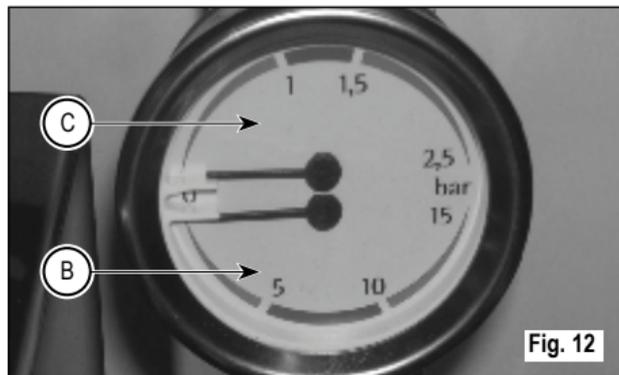

Fig. 12
- La pressione impostata della pompa viene visualizzata nel settore inferiore "B" del manometro, alloggiato all'interno della macchina (vedi Fig. 12);
- La pressione impostata del pressostato viene visualizzata nel settore superiore "C" del manometro, alloggiato all'interno della macchina (vedi Fig. 12);